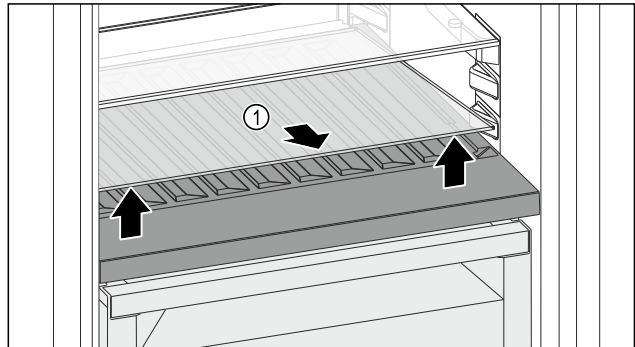

Fig. 110
- Glasplatte Fig. 110 (1) an der Aussparung vorne anheben und herausnehmen.
- Glasplatte Fig. 110 (1) außerhalb des Geräts sicher aufbewahren.